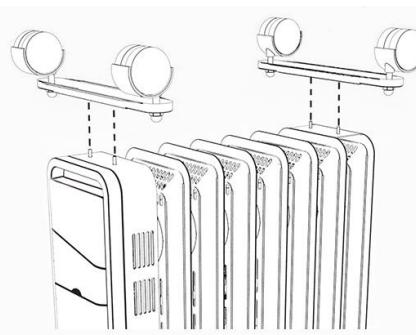

Fig.2
2. Breng de wieldeLEN tussen de eindribben aan. (Fig.2)